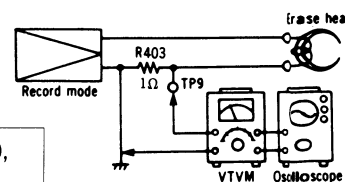

Fig. 19
1. Branchez les appareils comme ci-dessous (voir fig. 19). 2. Lire le voltage sur le VTVM et déterminer la tension d'effacement suivant la formule suivante. Courant d'effacement (A) = Tension aux bornes de la résistance 1Ω (V) 1(Ω) Plus de 95mA (position Metal) plus de 68mA (position CrO₂) plus de 55mA (position Fe-Cr) plus de 45mA (position Normal) 3. Si la valeur mesurée n'est pas correct, réglez les VR suivants: Position Metal ...VR407 Position CrO₂VR406 Position Fe-Cr ...VR405 Position Normal...VR404
G Löschstrom Bedingung: * Aufnahme Meßgerät: * Röhrenvoltmeter * Oszillograf	1. Den Meßaufbau zeigt Fig. 19 2. Spannung am Röhrenvoltmeter messen und nach folgender Formel berechnen: $\text{Löschstrom (A)} = \frac{\text{Spannung über dem Röhrenvoltmeter}}{10 \text{ (Ohm)}}$ 3. Falls der gemessene Wert nicht dem Richtwert entspricht, die VR abgleichen. Metal position...VR407, CrO₂ position...VR408, Fe-Cr position...VR405, Normal position...VR406 NORMALWERT: Größer Größer Größer
- Den Meßaufbau zeigt Fig. 19 - Spannung am Röhrenvoltmeter ablesen und Löschstrom gemäß folgender Formel berechnen. $\text{Löschstrom (A)} = \frac{\text{Spannung über dem Widerstand (V)}}{1 \text{ (Ohm)}}$ Größer als 95mA (Metal position) Größer als 68mA (CrO₂ position) Größer als 55mA (Fe-Cr position) Größer als 45mA (Normal position) - Falls der gemessene Wert nicht der Toleranz liegt, die folgenden VR abgleichen. Metal position...VR407, CrO₂ positionVR406, Fe-Cr position...VR405, Normal position...VR404.
㊦ Erase current Condition: * Record mode Equipment: * VTVM * Oscilloscope	- Test equipment connection is shown in fig. 19. - Read voltage on VTVM and calculate erase current by following formula: $\text{Erase current (A)} = \frac{\text{Value read on VTVM (V)}}{1 (\Omega)}$ Standard value: More than 95mA (Metal position), More than 68mA (CrO₂ position), More than 55mA (Fe-Cr position), More than 45mA (Normal position) - If measured value is not standard, adjust the following VR. - Metal position VR407, CrO₂ position VR406, Fe-Cr position VR405, Normal position VR404